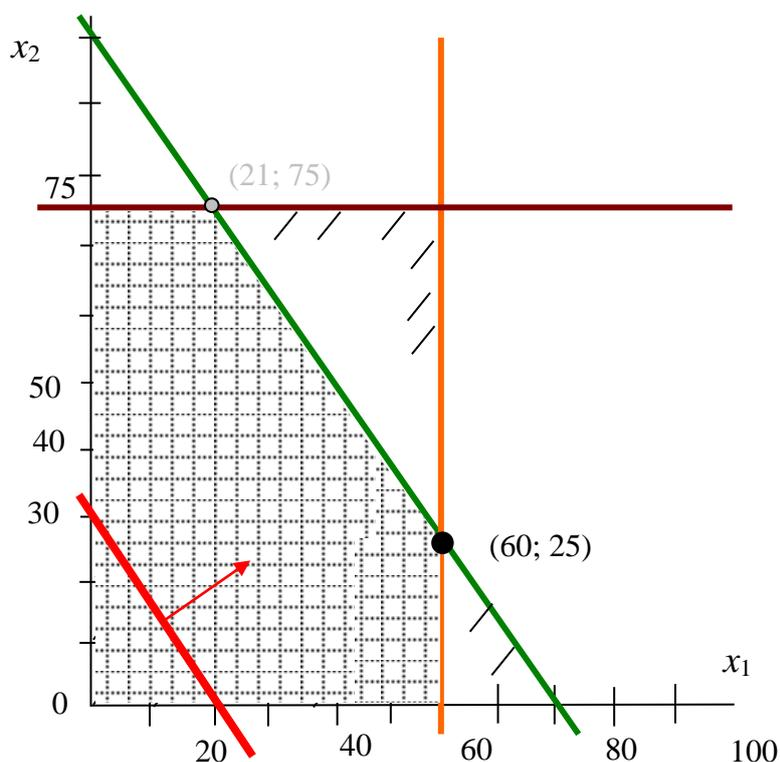

Рис. 1. Графическое решение задачи 1
**Решение модели.** Так как управляемых переменных всего две, решение модели найдем графически (рис.1). Для этого, во-первых, изобразим на плоскости две координатные оси:  $x_1$  и  $x_2$ . Во-вторых, построим на этой координатной плоскости область допустимых решений. Для построения такой области следует построить на плоскости прямые, имеющие уравнения:
Каждая из этих прямых делит координатную плоскость на две полуплоскости, на одной из которых соответствующее ограничение модели выполняется, а на другой – нет. Для определения полуплоскости, на которой ограничение выполняется, достаточно взять любую точку, например  $(0,0)$ , и проверить, выполняется ли соответствующее неравенство для координат этой точки. На рис. 1 область допустимых решений показана с помощью штриховых линий.
Построив на плоскости эту прямую, а затем линии равного уровня для других значений целевой функции, нетрудно убедиться, что все эти прямые параллельны друг другу. Поэтому для определения оптимальной точки достаточно построить любую линию равного уровня целевой функции, а затем мысленно двигать эту линию параллельно самой себе в сторону увеличения целевой функции (на рис.1 это направление показано стрелкой). Нетрудно убедиться, что такое движение может продолжаться до достижения точки (20; 75) или (60; 25).